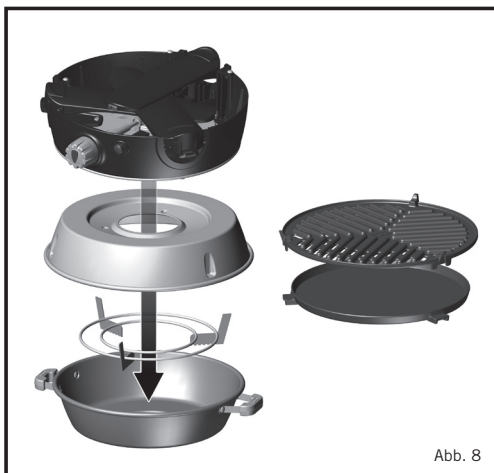

Abb. 8
- Für die Lagerung das Gerät auskühlen lassen. Nach der Reinigung: Klappen Sie das Gerät, wie oben in Abschnitt 3 beschrieben, zusammen. Legen Sie den Deckel unten in die Tasche. Als nächstes stellen Sie den Topfständer umgekehrt in den Deckel. Platzieren Sie die umgekehrte Fettauffangschale über den Deckel und Topfständer. Dann stellen Sie das Gerät umgekehrt über die Fettauffangschale. Das Grillrost und die flache Platte in das separate Fach im Deckel der Tasche stecken und sie dann schließen. Den Deckel der Tasche über die Tasche falten und dann schließen. (Abb. 8)